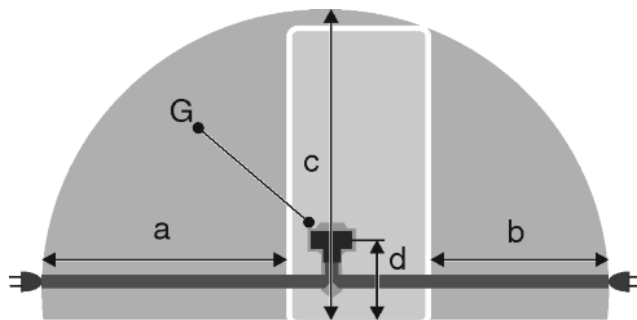

Fig. 28
- Розетка находится вне зоны задней стенки в данной зоне. Fig. 28 (a, b, c)
- ▶ Штекер устройства Fig. 28 (G) подсоединить с задней стороны устройства. Следить за правильной фиксацией.